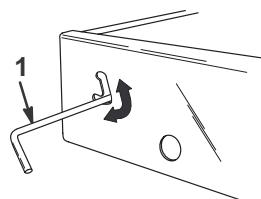

Figure 18
1. Poussez le verrou vers le haut dans la fente découpée dans le châssis (Fig. 18).
- Pour bloquer le plateau sur le châssis, poussez le verrou en bas de la fente (Fig. 18).